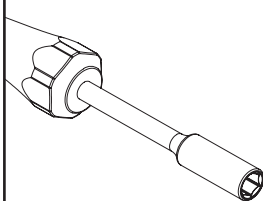
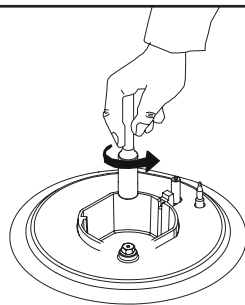

Figure 2
Figure 3
- 2.** À l'aide d'un tournevis (7 mm) dont l'extrémité est illustrée à la figure 2, retirez l'injecteur en le tournant (Voir figure 3).